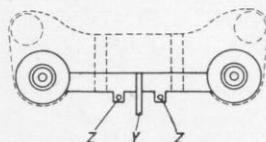

Abb. 3. Stirnansicht des Verbindungssteiges m. Zylinderdeckeln.
(0,5 mm Messing, 2,5 mm breit) miteinander verbunden, sodaß beide Zylinderdeckel eine Einheit für sich ergeben. (Die Entfernung der Zylinderdeckel von einander muß selbstverständlich mit der der Zylinder übereinstimmen!) Der Steg weist ferner an seiner Unterkante zwei 1,5 mm lange Zapfen Z mit je einem 0,7 mm großen Loch auf (s. Abb. 3). In der Mitte des Steges wird ein 0,7 mm starker Messingdraht (Y) angelötet, der nach unten 3 mm über die Zapfen Z vorsteht.